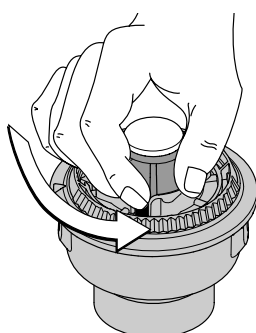

Fig. 22
1. Sostenga la bobina exterior y desenrosque la perilla percusiva en sentido antihorario (Fig. 22).